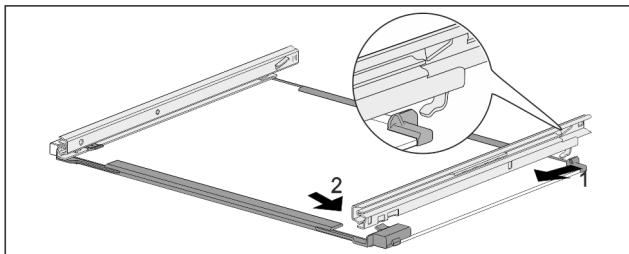

Fig. 192 Sklenená doska s koľajničkami
- ▶ Zaháknite koľajničku vzadu. Fig. 192 (1)
- ▶ Zaklapnite koľajničku vpred. Fig. 192 (2)